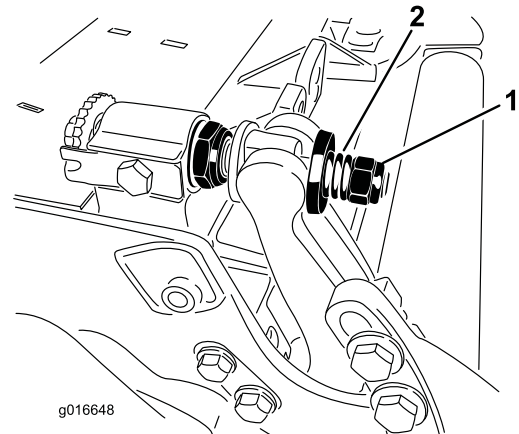

图35
5. 旋紧弹簧加压螺母，直到弹簧完全压紧，然后往回松开 $1/2$ 圈（图35）。